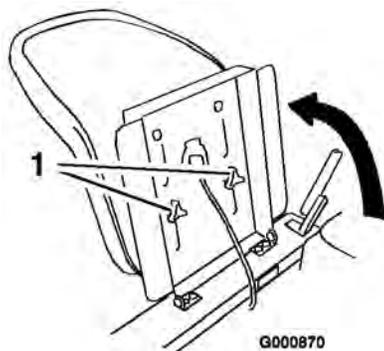

Figura 15
1. Suba el asiento y afloje los pomos de ajuste (Figura 15).